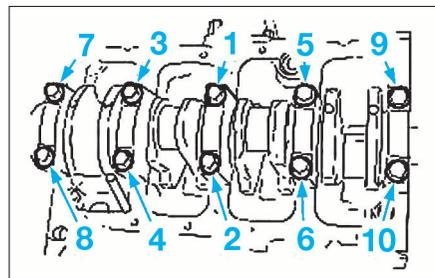

FIG. 46
- Reposer les chapeaux de paliers avec les flèches orientées vers la distribution puis serrer progressivement par passes successives dans l'ordre et au couple prescrits (Fig.46).